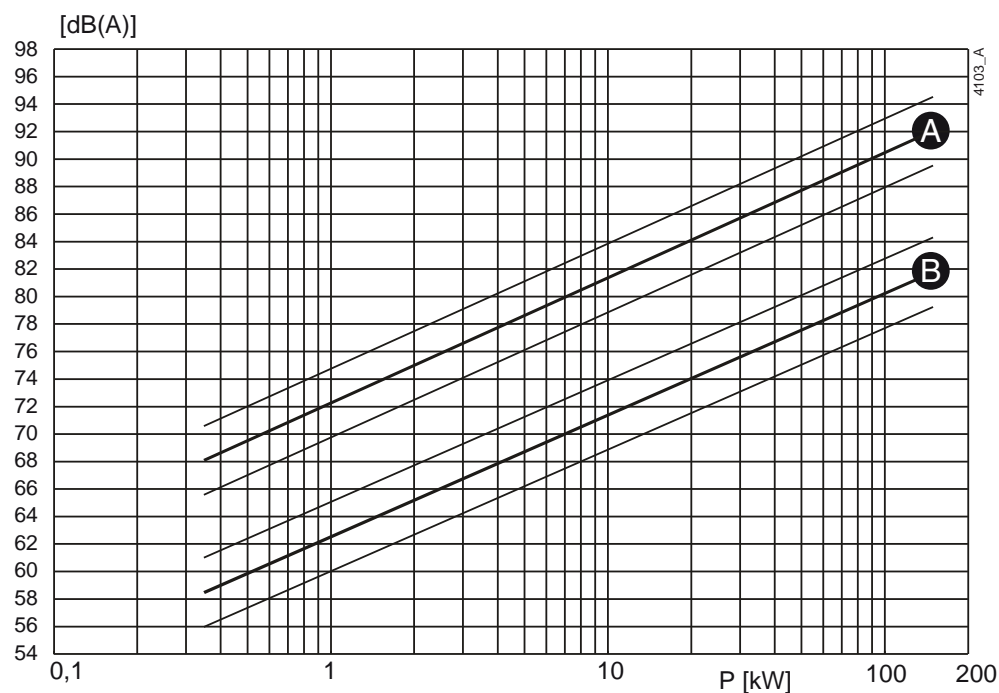
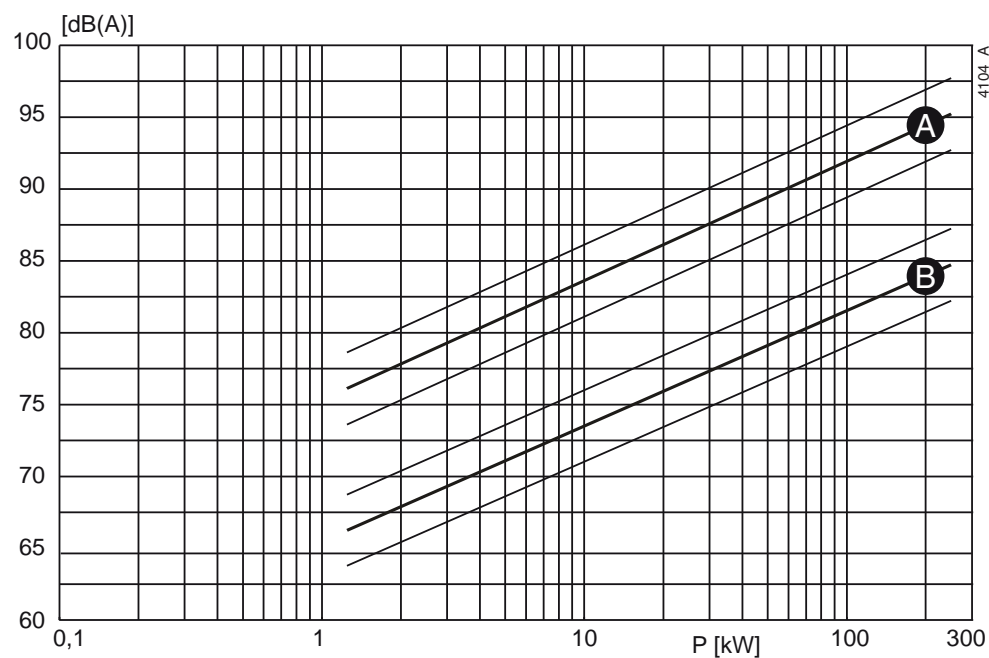

Figure 51: Niveau sonore en fonction de la puissance de la pompe [kW]
Figure 52: Niveau sonore en fonction de la puissance de la pompe [kW]
- 1 Déterminez le niveau sonore (L_1) de la pompe, voir Figure 51 ou Figure 52.